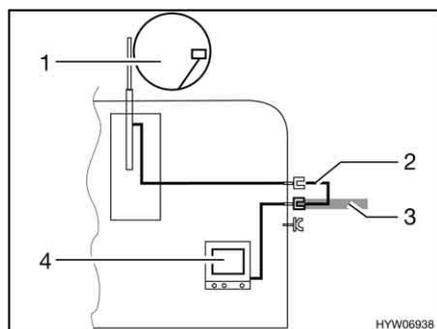

Fig. 156 TV nel veicolo
- TV nel veicolo (Fig. 156,4): Collegamento all'antenna del tetto (Fig. 156,1) con cavo di collegamento (Fig. 156,2)
- TV nel veicolo (Fig. 156,4): Collegamento a antenna esterna (Fig. 156,3)